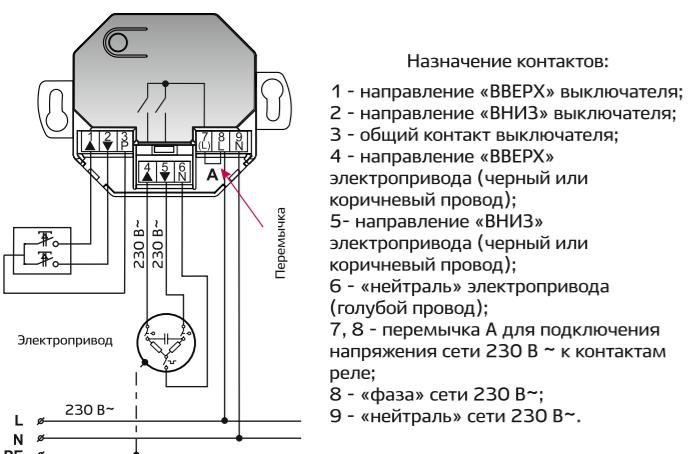

Рис. 1 - Схема подключения Nero 8013 UPM
- отличительная особенность системы Nero – питание и передача/получение команд управления по существующей силовой электропроводке 230 В~ на основе уникальной запатентованной технологии PLC. Благодаря ей система обладает надежностью, высоким качеством передачи информации, в том числе и по разным фазам (использование фазового переходника Nero 8015), простотой и гибкостью при установке, а также легкостью в использовании и обслуживании (рис.1);
- Подключить провода в соответствии с типовой схемой подключения (рис. 1).
Контакты, отвечающие за направления двухклавишного выключателя, должны быть подключены в строгом соответствии к клеммам устройства с однотипным обозначением: «ВВЕРХ» к клемме 1, «ВНИЗ» к клемме 2 (рис. 1).
- убедиться в наличии перемычки «А» между контактами 7 и 8 (рис. 1);
- установить перемычку «С» между контактами 1 и 2 (рис.1);